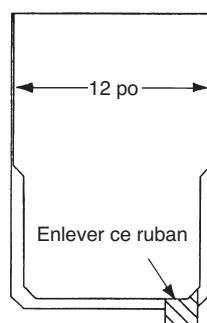

Figure 17-18 : Shangle Ridge®.
5. Avant de procéder au clouage, veillez à retirer le ruban de protection du mastic d'étanchéité entre les deux couches du couronnement (Figure 17-18).